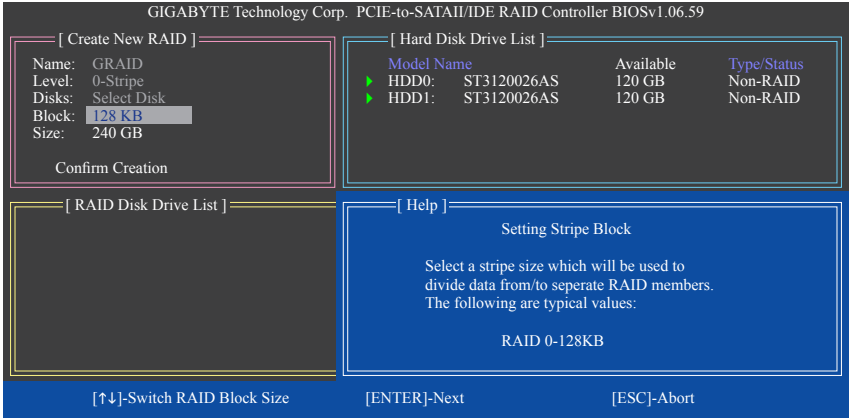

图6
4. 设定磁盘区块大小(Block): 若选择制作RAID 0, 需指定磁盘区块大小。以<↑>或<↓>键选择需要的磁盘区块大小(图6), 可调整大小从4 KB至128 KB。完成后请按<Enter>键。